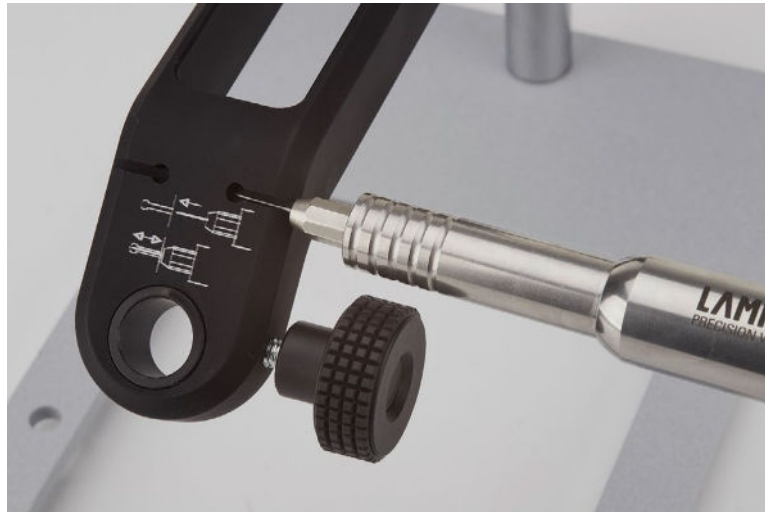

Abb. 5.2 Einstellung Elektrodenlänge mit Handstückhalteam
- Neue Wolfram-Elektrode in die Spannzange einführen und die richtige Länge einstellen. Wenn Sie ein Schweißmikroskop der Firma Lampert besitzen, können Sie die Elektrodenlänge am Handstückhaltearm abmessen. Hierzu die Elektrode rechts oder links in die Fräsung bis zum Anschlag einführen. Die Spannmutter muss an der Außenkante des Haltearms anliegen. Daraufhin die Mutter handfest anziehen und die Argon-Düse aufsetzen. (Siehe Abbildung 5.2)